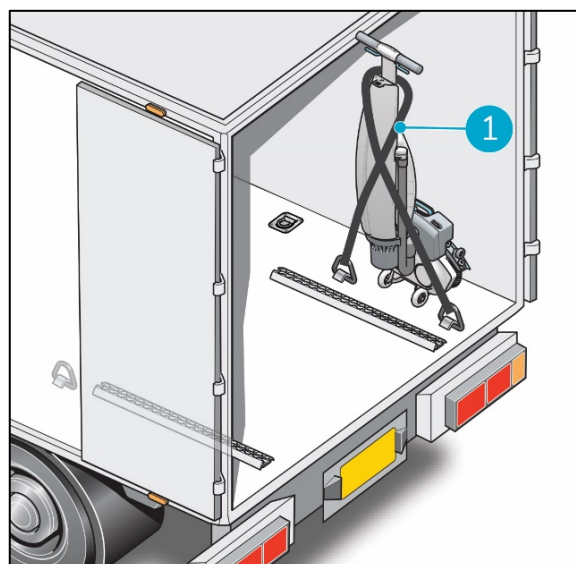

Figura 7
5. Sujeta bien la i-mop con una cincha tensora u otro método apropiado (Figura 7, pos. 1).